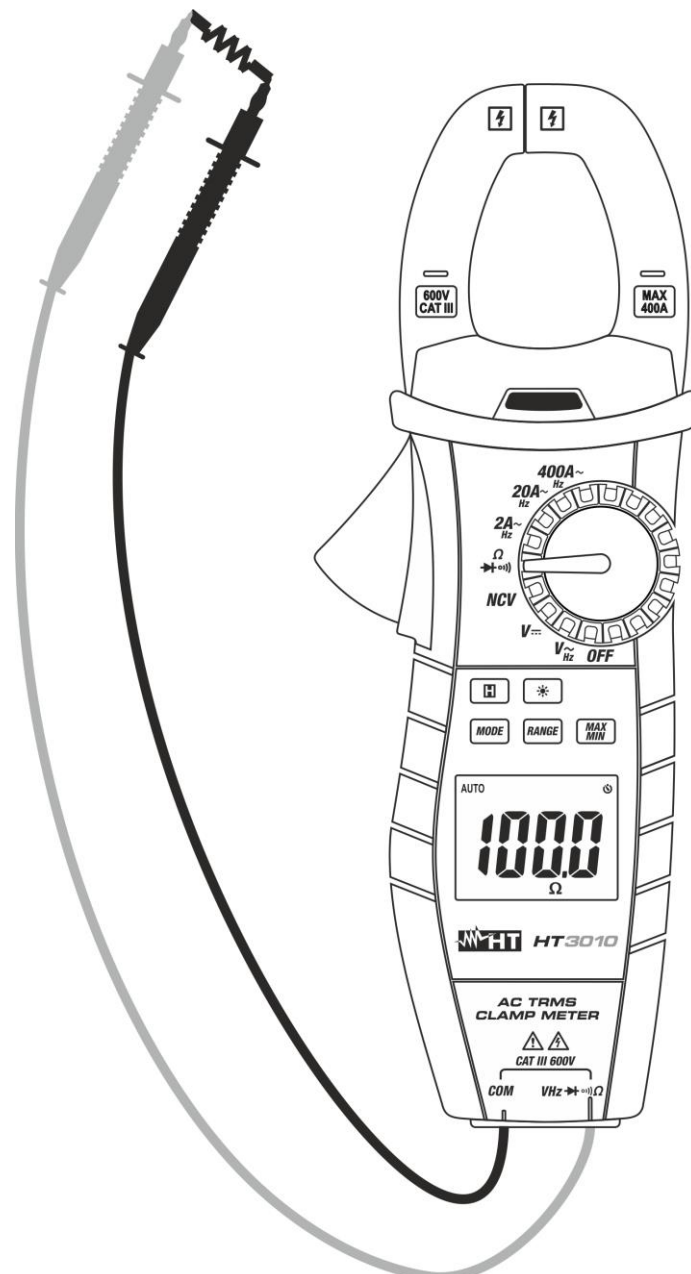

Fig. 6: Utilização da pinça para a Medição de Resistências
3. Colocar as ponteiros nos pontos pretendidos do circuito em exame (ver Fig. 6). O valor da resistência será apresentado no display.